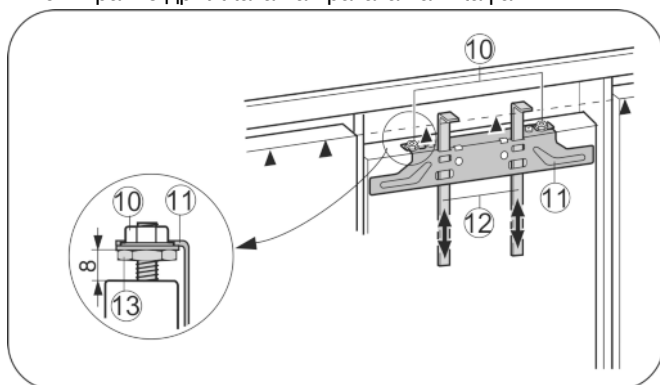

Fig. 25
- ▶ Избутайте помощните детайли Fig. 25 (12) до височината на вратата на шкафа. Долен прилягащ ръб ▲ на помощния детайл = горен ръб на монтираната врата на шкафа.
- ▶ Завийте крепежната траверса Fig. 25 (11) над контрагайките Fig. 25 (10).